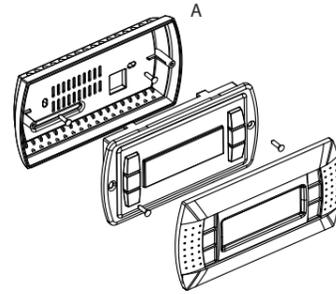

Fig. 2
Для установки терминала на стену необходимо в первую очередь закрепить на ней заднюю часть корпуса А (Рис. 2), используя стандартную коробку для трехсекционного выключателя.
- установите в коробку переднюю часть терминала, привинтив ее к тыльной части корпуса с использованием винтов с потайной головкой из комплекта, как показано на рис. 2;
The wall-mounting of the terminal first requires the back piece of the container A (Fig. 2) to be fitted, using a standard three-module switch box.
- Rest the front panel on the back piece and fasten the parts together using the flush-head screws supplied in the packaging, as shown in Fig. 2;